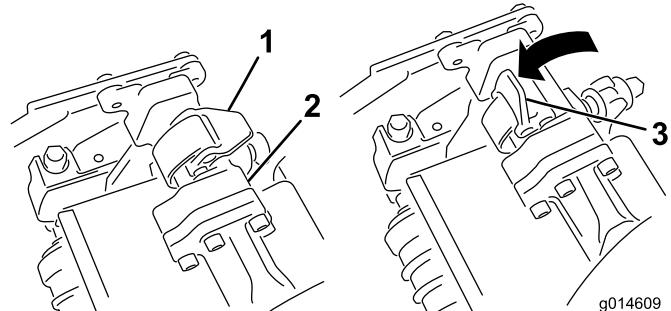

Figure 12
- Les verrous de la barre de bras de suspension étant orientés en haut (c.-à-d. ouverts) (Figure 12), poussez le bras de suspension vers le bas pour que la barre s'engage sur la barre transversale en haut du plateau de coupe (Figure 13).
- Fermez les verrous autour de la barre du plateau de coupe et bloquez-les en place (Figure 12).